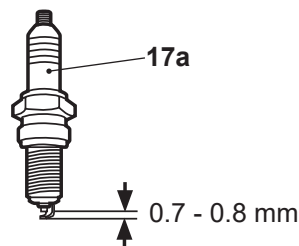

Fig. 33
6. Verifique a falha da vela de ignição. Deverá ser de 0,7–0,8 mm (fig. 33).
8. Aquando da substituição da vela de ignição (17a), primeiro aparafuse-a manualmente e depois aperte-a ligeiramente com a chave de vela de ignição (30).